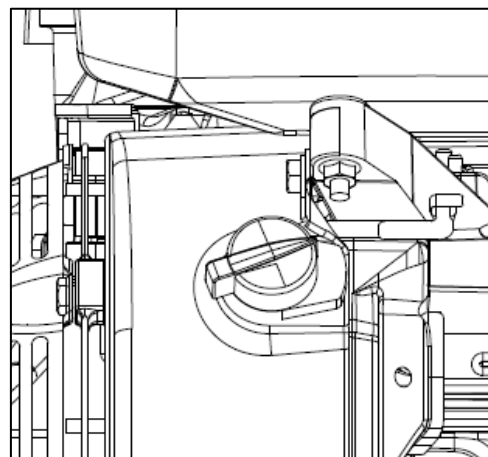
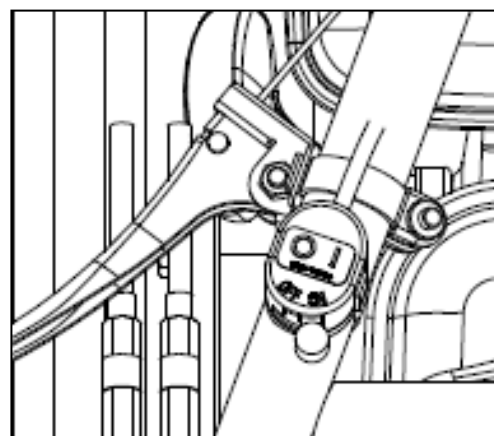

Figure 5(HR531)
Figure 6(HR662/672/812)
Ce commutateur est situé sur le moteur (HR531, Figure 5) ou sur le côté gauche du guidon (HR662/672/812, Figure 6).
Il permet de faire tourner le moteur lorsqu'il est positionné sur « ON » et d'arrêter le moteur lorsqu'il est positionné sur « OFF ». (Figure 5) Utilisez cet interrupteur pour démarrer ou arrêter le moteur.
- Relâchez le levier de verrouillage (2, Figure 6) et laissez le levier d'embrayage descendre.
- Arrêtez le moteur en plaçant le commutateur d'allumage sur "off" (Figure 5)